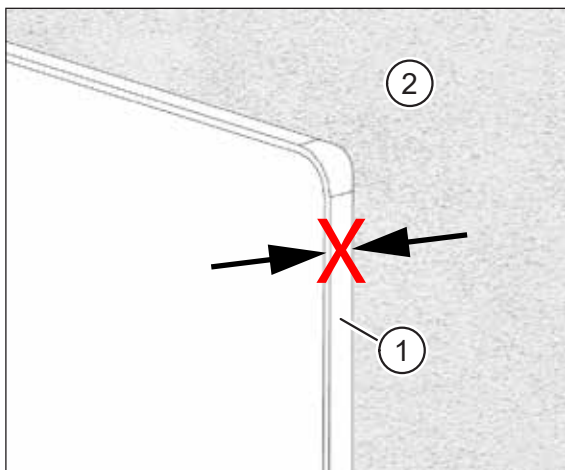

Fig. 20 : Le cadre d'encastrement dépasse du crépi
- Le cadre d'encastrement (pos. 1 dans Fig. 20) dépasse du crépi (pos. 2 dans Fig. 20).